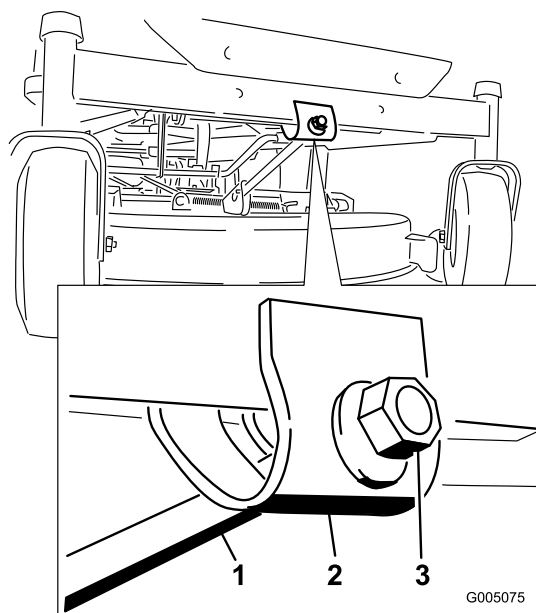

Bild 46
7. Drehen Sie für das Einstellen der Schnittmesserneigung in Längsrichtung die Einstellmutter vorne am Mähwerk (Bild 46).